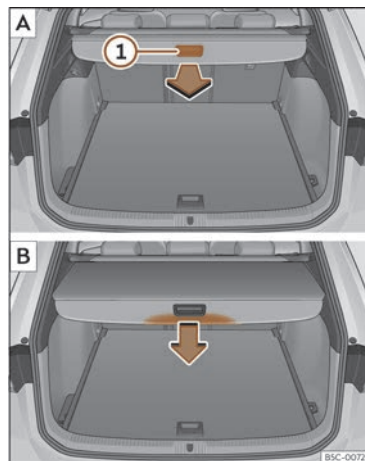

Fig. 175 No maletreiro: desenrolar e enrolar a bandexa.
- Tire uniformemente da bandexa pola asa >>> **fig. 175** ① cara atrás e extraíaa ata o tope, ata que encaste de forma audible.
- Prema na asa da bandexa no sentido da frecha ata que se desbloquee >>> **fig. 175** B.